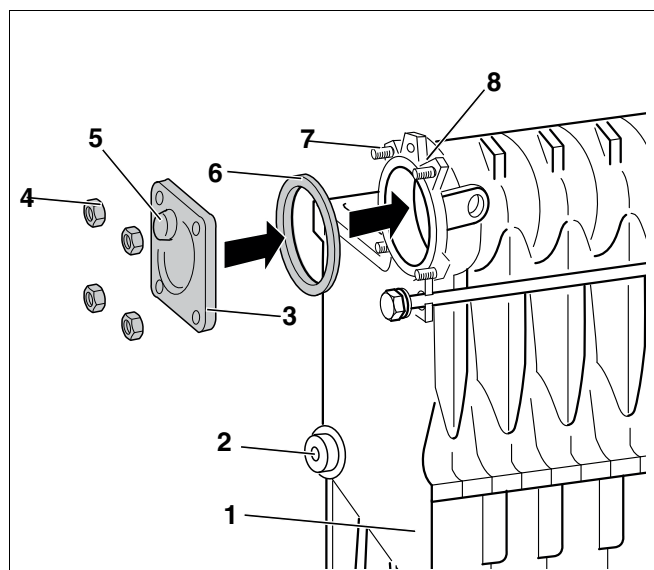
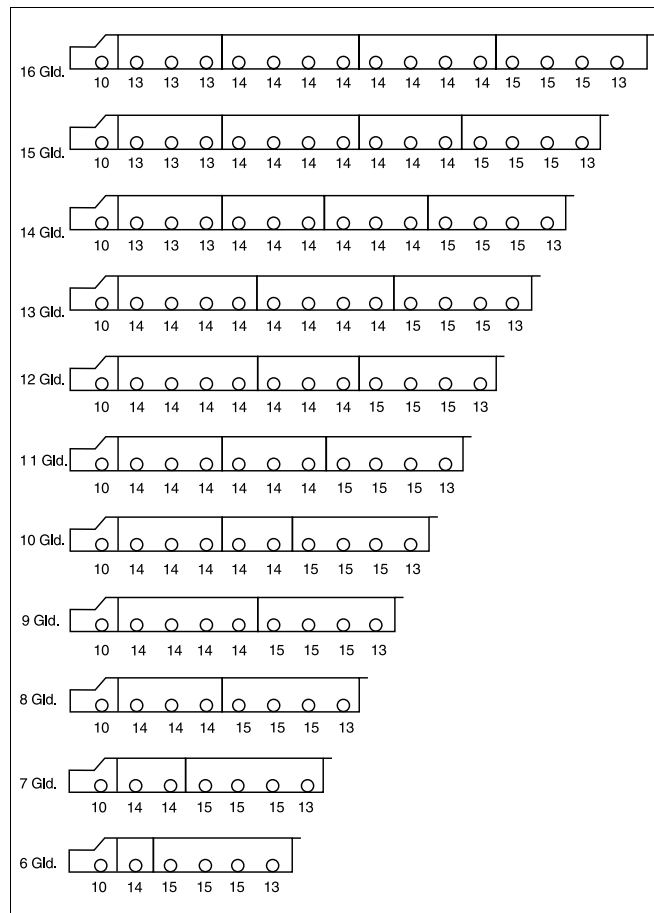
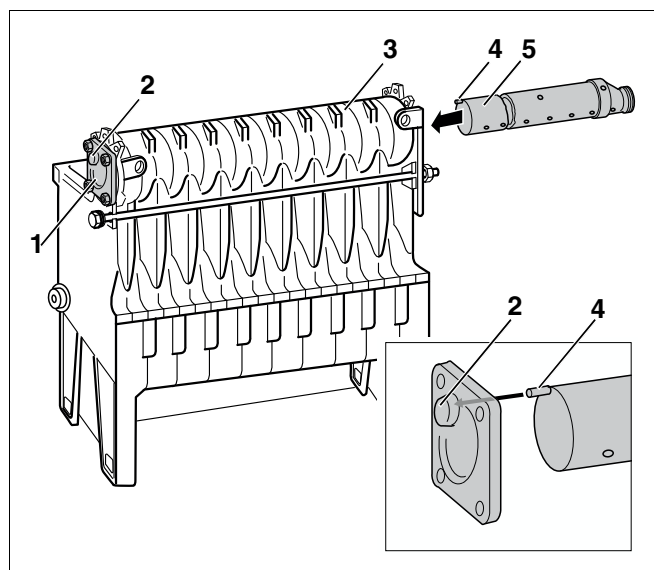

Рис. 22 Установка глухого фланца
Рис. 23 Схемы подпиточных труб для всех типоразмеров котлов (Ø отверстий в мм)
Рис. 25 Установка собранной подпиточной трубы
Верхнюю заднюю ступицу котла (рис. 22, **поз. 8**) конечной секции (рис. 22, **поз. 1**) котлового блока нужно закрыть глухим фланцем (рис. 22, **поз. 3**).
- Установить уплотнение (рис. 22, **поз. 6**) на уплотнительную поверхность верхней задней ступицы котла (рис. 22, **поз. 8**).
В собранном состоянии выемка глухого фланца должен находиться вверху и смотреть в середину котлового блока, как показано на рис. 22, **поз. 5**.
- Надеть глухой фланец (рис. 22, **поз. 3**) на шпильки (рис. 22, **поз. 7**) нижней задней ступицы котла (рис. 22, **поз. 8**) и закрепить его гайками (рис. 22, **поз. 4**).
Подпиточная труба состоит из головной части, от одной до трех средних частей, в зависимости от типоразмера котла, и конечной части с кулачком (рис. 23). Кулачок служит для выставления правильного положения подпиточной трубы и должен вставляться в выемку глухого фланца (рис. 22, поз. 5, стр. 24). Подпиточная труба вставляется спереди в верхнюю ступицу котла (рис. 25, стр. 26).
- Вставить конечную часть подпиточной трубы (рис. 25, **поз. 5**, с кулачком (рис. 25, **поз. 4**) в открытую верхнюю ступицу котла на $\frac{3}{4}$ длины.
- Задвинуть собранную подпиточную трубу (рис. 25, **поз. 5**) в верхнюю ступицу котла (рис. 25, **поз. 3**).
- Кулачок на конечной части подпиточной трубы (рис. 25, **поз. 4**) должен войти в выемку глухого фланца (рис. 25, **поз. 2**).